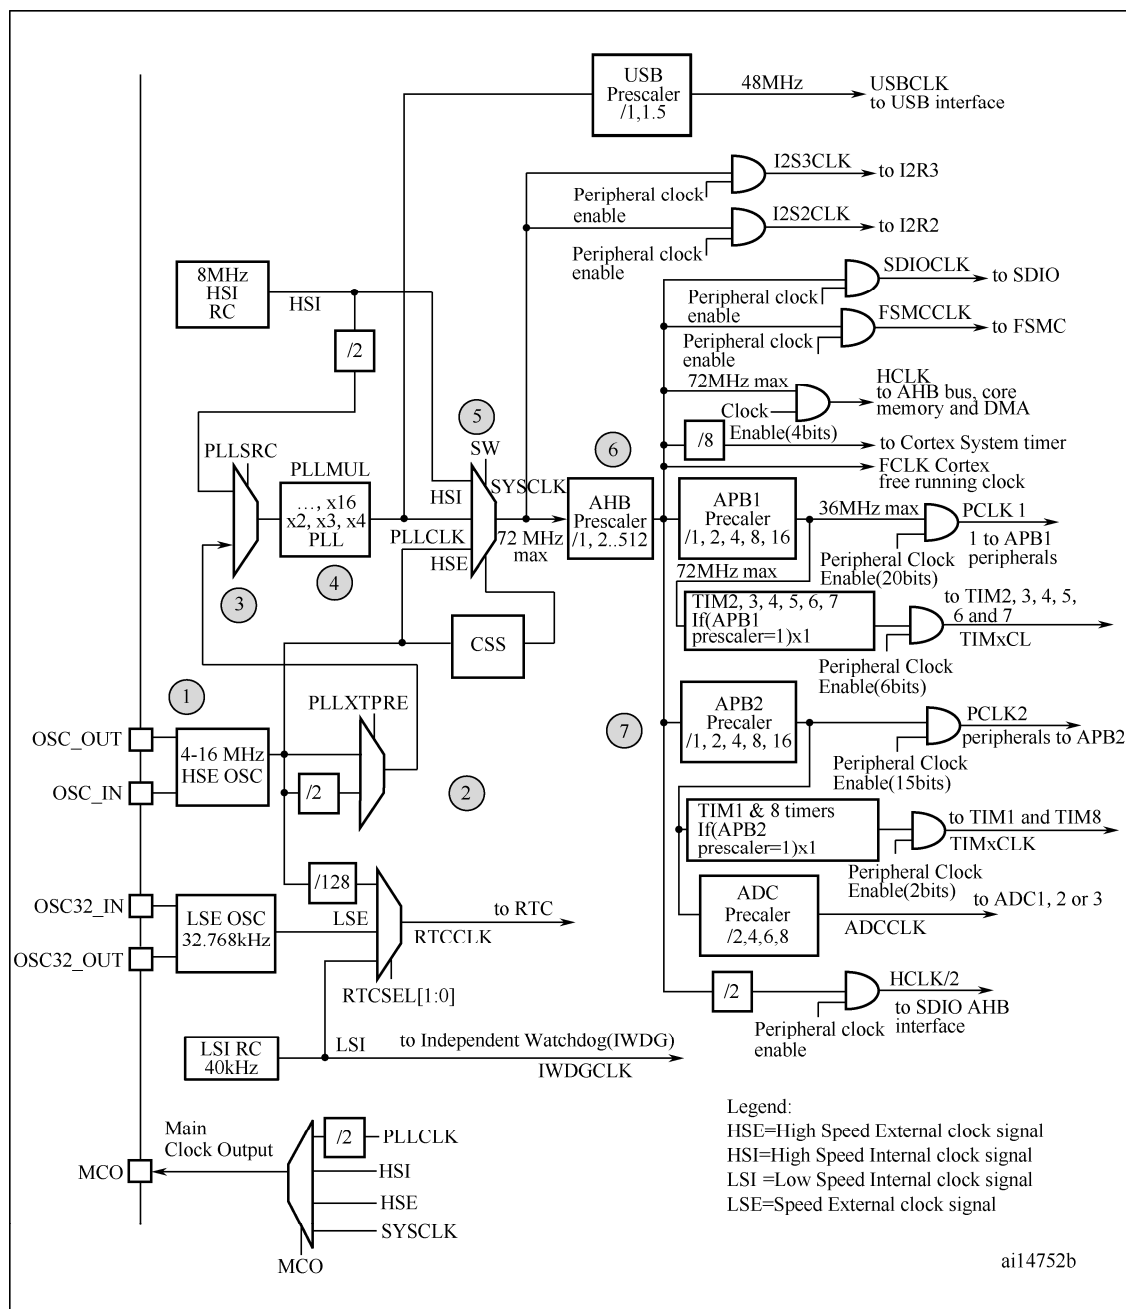

图 1.3 STM32 微控制器的时钟树
而 STM32 微控制器的时钟树则是可配置的，其时钟输入源与最终达到外设处的时钟率不再有固定的关系。图 1.3 是 STM32 微控制器的时钟树。要学会 STM32，必须理解时钟树的输入和输出关系。现以图 1.3 中的圆框数字序号标示的部分所示，说明时钟输入与时钟输出之间的关系，输入至输出之间的路径一可表示为①-②-③-④-⑤-⑥-⑦，当然也可以选择路径二：①-⑤-⑥-⑦。此处以路径一为例，做以下具体分析。